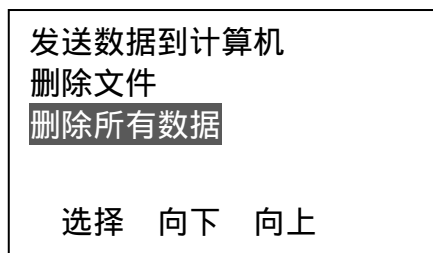

图 35
- f. 在 d 步骤若按  $\leftarrow$  或  $\rightarrow$  键将光标移至删除所有数据，如图 35：
- g. 按  $\leftarrow$  键进入图 35 确认界面，此刻按  $\leftarrow$  键确认删除所有数据，按 **MODE** 键返回菜单状态。按 **MODE** 键返回。